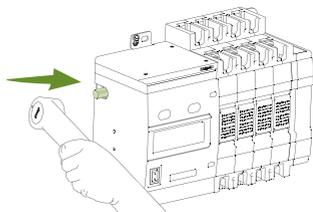
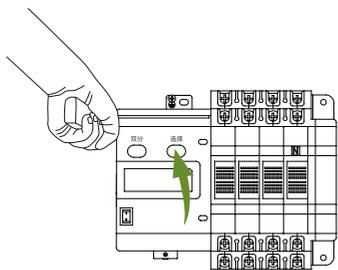
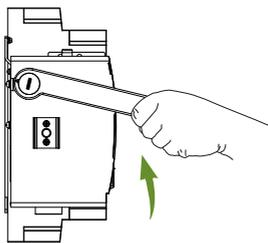
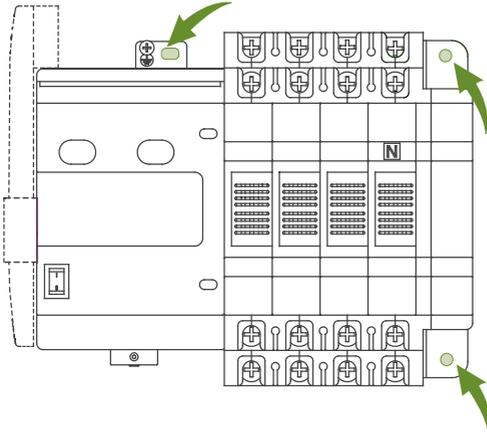

图2
图3
图4
图5
- ② 如图2指示，将旋转手柄插入转轴，手柄插入角度与本体的角度相同，如下图4指示；
- ③ 双分 常用：如图4、5指示，手动操作使产品由双分状态到常用位置；
- ④ 双分 备用：如图3指示，持续按住“选择”按钮，并按图4旋转手柄到图5位置；
- ⑤ 听到“咔嗒”声音，表示切换完毕，此时开关位置指示窗是由开始“双分”到操作后的“常用”或“备用”位置。
当手动转为备用电源时，有图3步骤